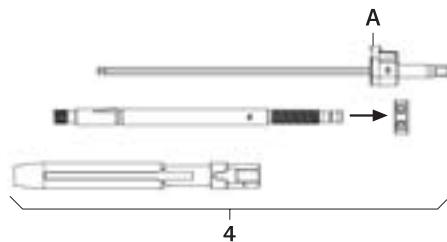

Fig. 2
- ▶ Smontare la leva da riduzione 4, vedere Fig. 2: Premere con forza il pulsante A ed estrarre il cacciavite FW234R.